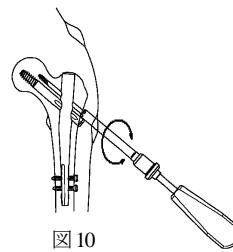

図 10
- 9) エクストラスクリューのヘッド部が骨面に埋まって抜去用エクストラスクリューholdderが接続できない場合は、ハローリーマー11.0の後端にグリップハンドルを接続し、スクリューへッドの周りの仮骨を除去してから、8) の手順でエクストラスクリューを抜去します。 (図 10)